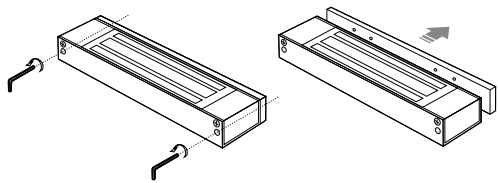

Рис. 6 Отсоединение крепежной планки
- 3. Отсодените крепежную планку, предварительно открутив снизу фиксирующие ее винты шестигранником, входящим в комплект. См. рис.6.